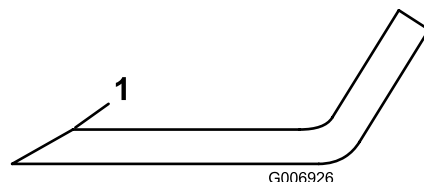

図 16
3. 全部のブレードの切っ先を丁寧に点検する。切っ先が鈍くなっていたり欠けていたりした場合には研磨する。研磨は刃先の上面だけに行い、刃の元々の角度を変えないように十分注意する図 16。ブレードの左右を均等に削れば、バランスを狂わすことなく研磨を行うことができる。